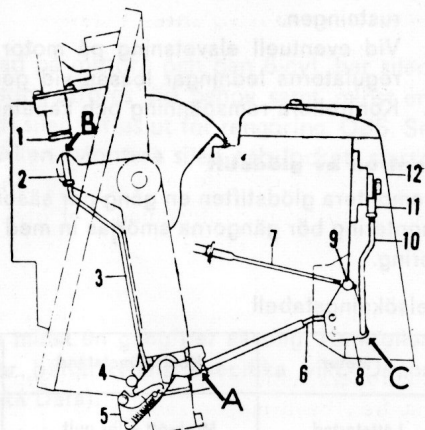

Fig. 39.
Kontrollera en gång per säsong och vid behov justera backspärrstångens läge mot backhaken (A fig 39) samt tryckstångens läge (se B) för lyftens frikoppling av backhaken. Justering tillgår enligt följande:
1. Ta bort skyddskåpan (12 fig. 39) på övre växelhuset så att växelmekanismen blir åtkomlig. Ställ manöverspaken i neutralläge.
2. Koppla loss växelkabelns tärning (9) vid växeloket (8) samt gaffeln (11) vid växelhävarmen.
3. Lossa låsmuttern för gaffeln (11) och vrid gaffeln på växelstångens (10) gänga så att den vid anslutning till växelhävarmen ger backspärrstången (6) sådant läge att den kommer i kontakt med (utan att trycka) backhakens bygel vid "A". Lås gaffeln (11) med låsmuttern i detta läge.
4. Justera växelkabelns (7) tärning (9) så att den lätt går att föra in i hålet på växeloket. För manöverspaken till läge "fram" och kontrollera att hörnet "C" på växeloket (8) ej tar i huset. Sätt på kåpan över växelmekanismen.
5. **Tryck fram drevet mot ställpinnen** och kontrollera tryckstångens (3) läge. Tryckstångens överdel skall ligga i plan med gaffeln vid "B". Detta för att lyften vid uppfällning skall kunna frikoppla backhaken (5).